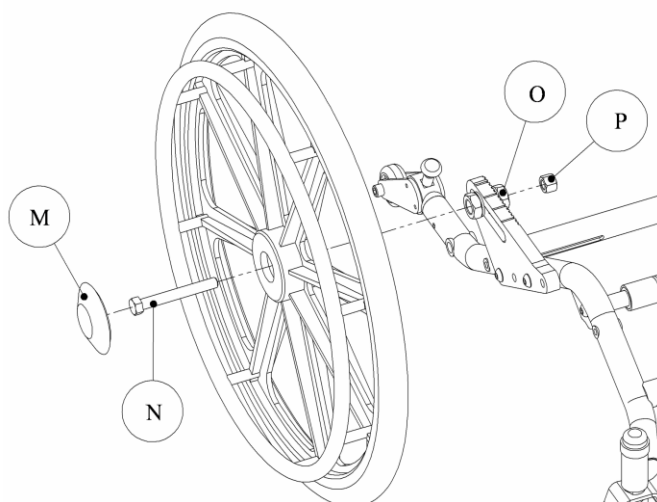

Figure 13 - Installation des roues de 20, 22 et 24 po (51, 56 et 61 cm)
4. Insérer l'essieu *N* dans le moyeu de grande roue (figure 13);